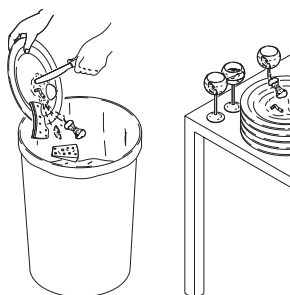

Рис. 13
- перед укладкой посуды в корзину удалите из нее остатки пищи (рис. 13)